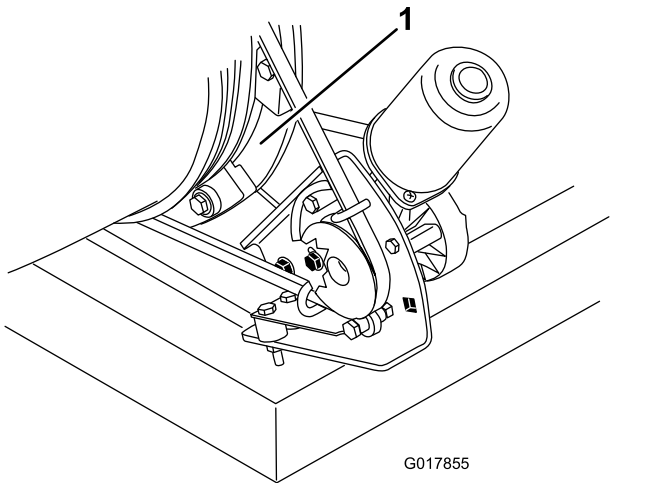

Bild 49
2. Entfernen Sie bei Bedarf alles Fett, Schmutz oder Laubrückstände, das sich um und zwischen den Düsenführungen angesammelt hat (Bild 49).